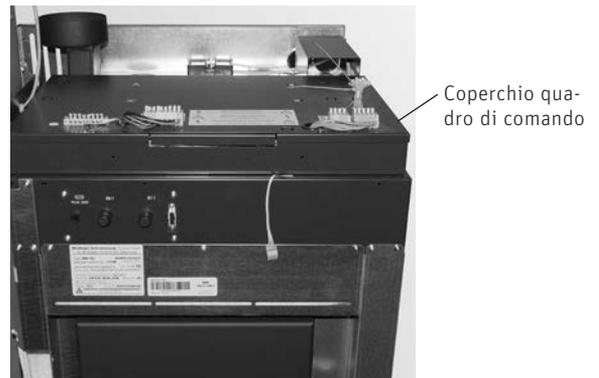

Fig. 46 Aprire il coperchio
- Aprire il coperchio del quadro di comando – Fig. 46.
- aprire il coperchio del quadro di comando – Fig. 46.